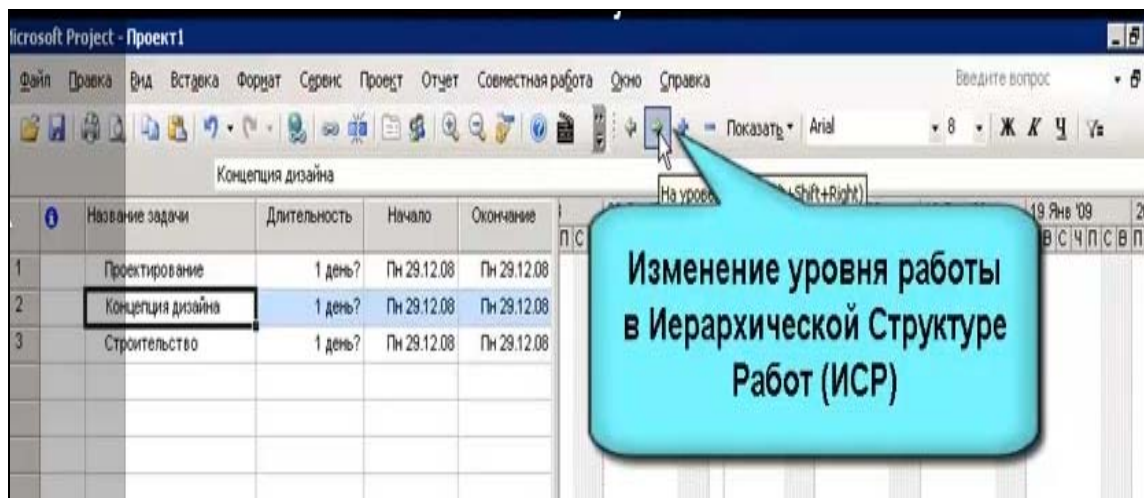
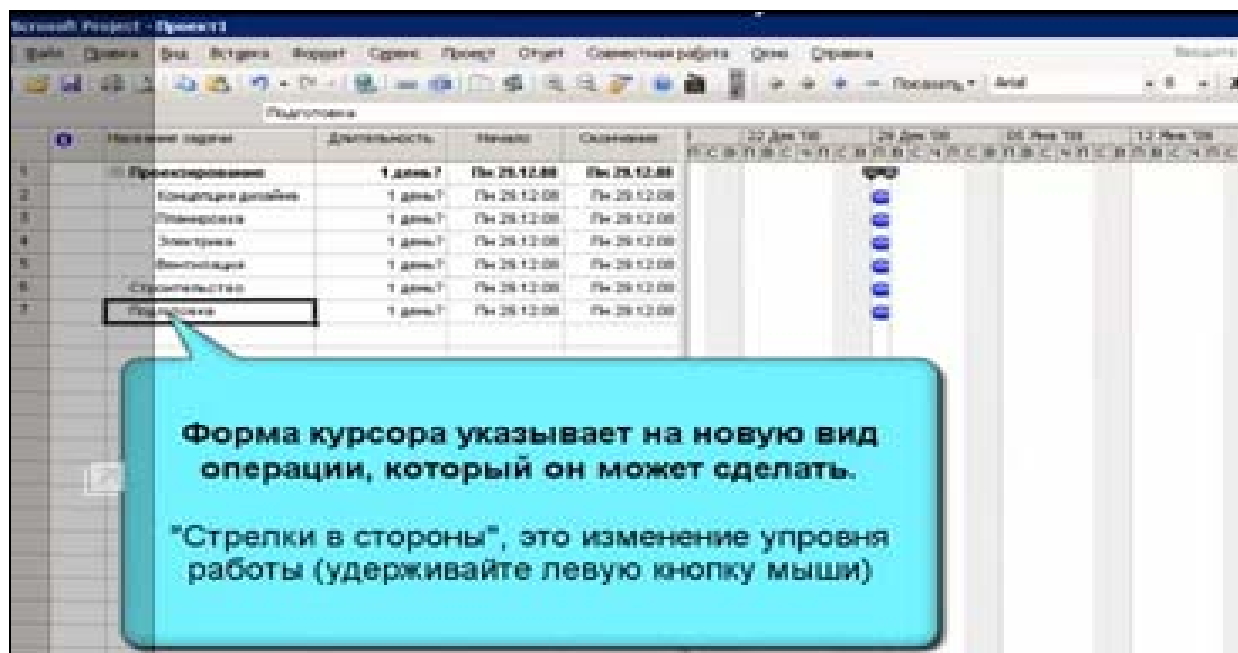

Рисунок 2 – Кнопки для изменения уровня задачи
Рисунок 3
4. Измените уровни в структуре задач используя для этого на панели Форматирования кнопки  и  или удерживая курсор на подзадаче курсор имеет вид двунаправленной стрелки, которая также позволяет понизить или повысить уровень задачи. Эти действия показаны ниже (рис. 2 и рис. 3).